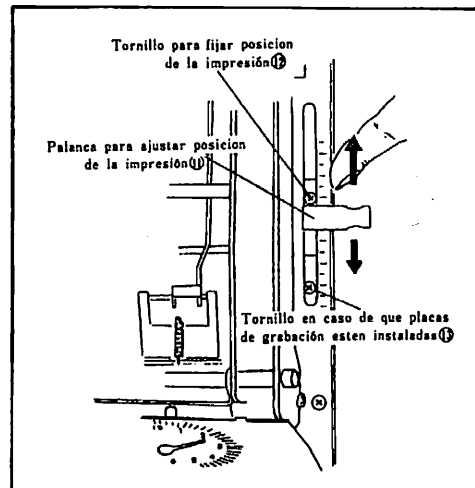

Fig. 9
- (1) La posición de la impresión puede regularse deslizando la palanca ⑪ entre 37mm – 83mm, ($1\frac{1}{2}''$ – $3\frac{1}{4}''$) del borde superior del papel. (Puede estar entre 16mm – 83mm ($1\frac{1}{2}''$ – $3\frac{1}{4}''$) cuando el martillo para las placas.)
- (2) Para un fácil ajuste de la posición de la impresión, refiérase a las marcas grabadas en la mesa de apoyo.
- (3) En el caso de que la posición de la impresión deba quedar fija, apriete los tornillos ⑫ en la Fig. 9 y saque la tecla ⑪.
- (4) En el caso que las placas de grabación estén colocadas, asegúrese que el tornillo ⑬ está apretado. Si no se usan placas de grabación, saque el tornillo ⑬.